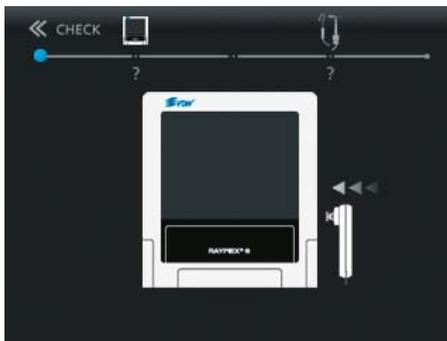

Рис. 29. Вставьте контрольный штекер
- Вставьте контрольный штекер в прибор, как показано на дисплее (рис. 29).